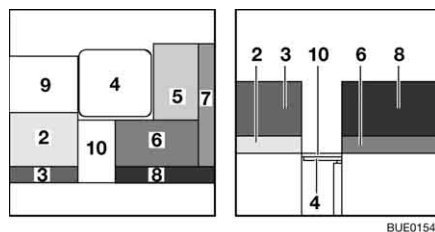

Fig. 140 Durante la transformación
- Girar la prolongación de caja de asiento (Fig. 140,10) hacia arriba y enganchar la misma en el asiento transformable.
- Girar la prolongación de asiento transformable (Fig. 140,9) hacia arriba y enganchar la misma.
- Quitar el cojín del respaldo (Fig. 140,7) y ponerlo a un lado.
- Quitar el cojín del asiento (Fig. 140,5) y ponerlo a un lado.
- Colocar el cojín del respaldo (Fig. 140,7) entre el grupo de asientos L y el asiento transformable.